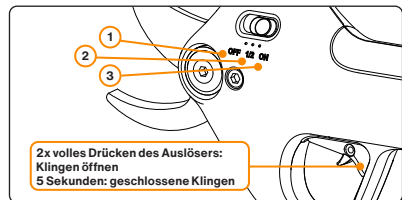

Abbildung 4: Verschiedene Stufen des Netzschalters und der Klingenöffnung.
- Nach Betätigung des Auslösers wird die Rücklaufposition durch die Schalterstellung festgelegt. Siehe Abbildung 4.